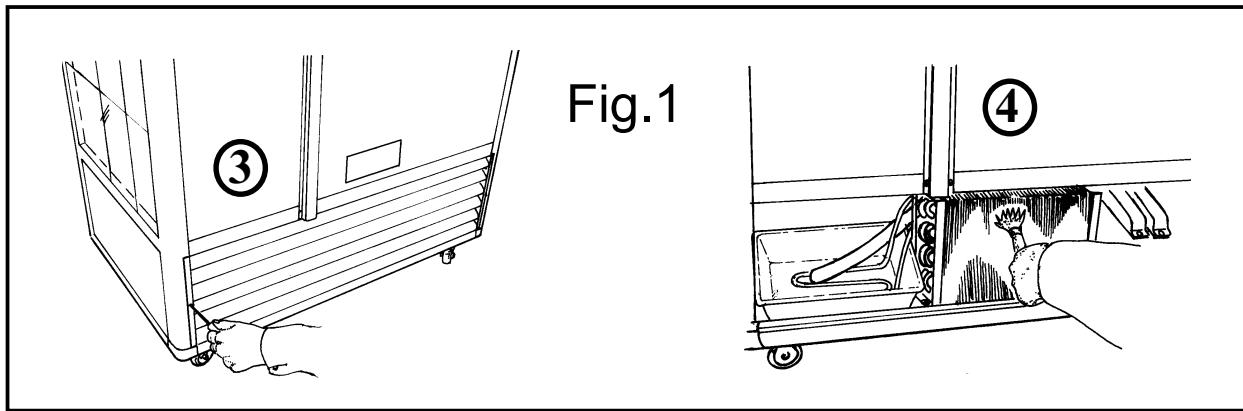

Fig.1
1. PULIZIA DEL CONDENSATORE (Vedi Fig.1)
1. CLEANING THE CONDENSER (see figure 1)
1. REINIGUNG DES KONDENSATORS (siehe Abbildung 1)